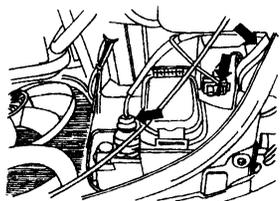

图 1.3 拔出前照灯线束插头和风扇温度传感器线束插头
⑤ 拔出前照灯线束插头和风扇温度传感器线束插头,如图 1.3 所示。